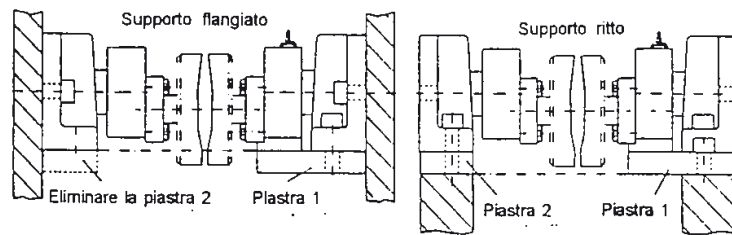

fig. 5
- Fissare il rilevatore all'incastellatura della macchina come supporto flangiato o ritto (fig. 5). Nel primo caso la piastra di fondo (2) non va montata. Disporre orizzontalmente le piastre (1 e 2).